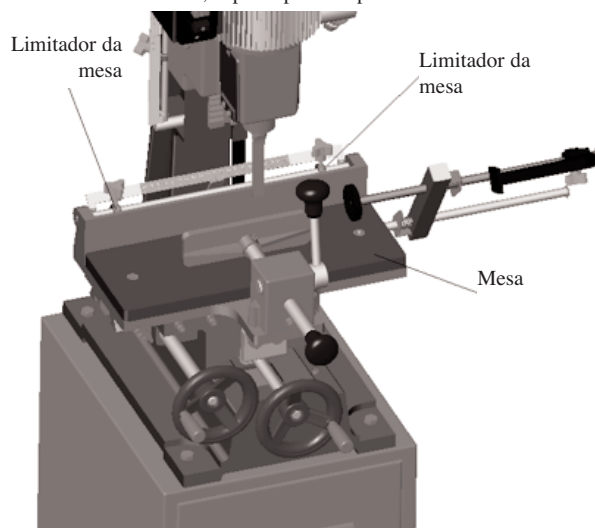

Figura 5
3. Ajuste os limitadores da mesa, figura 5, de acordo com o comprimento de corte necessário, depois aperte os parafusos de trava.